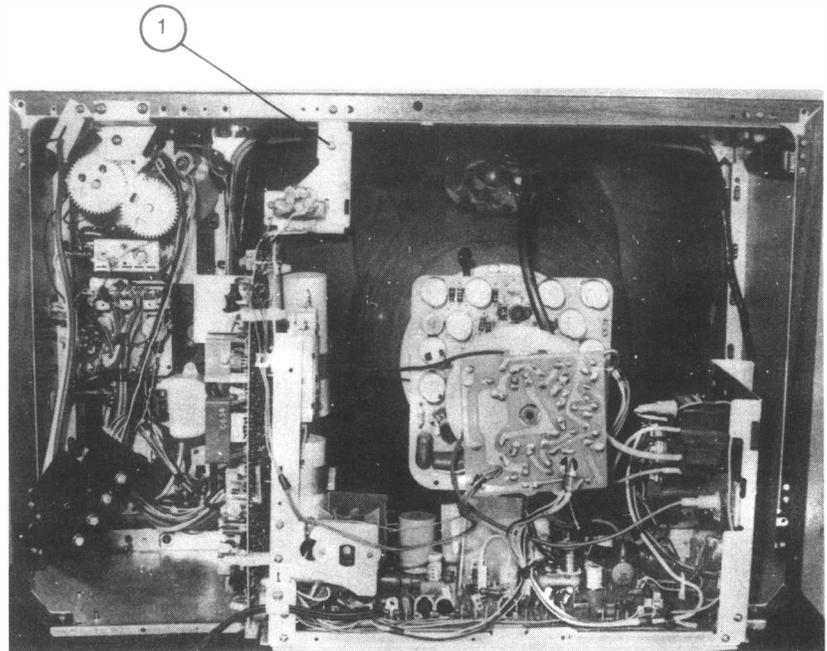

Fig. 3-6
1. Retire o parafuso 1 (Fig. 3-6).